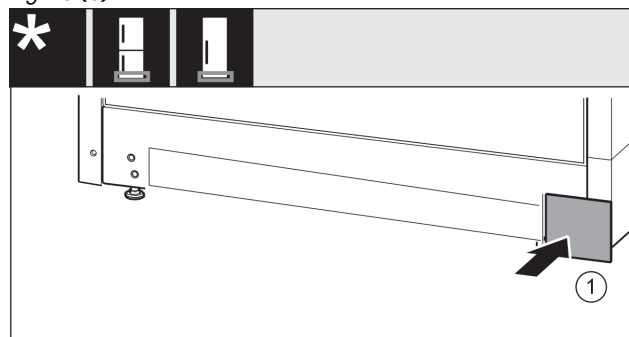

Fig. 16
- ▶ Osłonę założyć ponownie z drugiej strony. Fig. 16 (1)